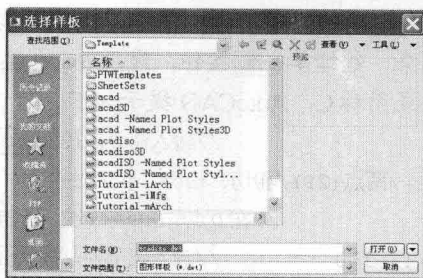

图1-2 【选择样板】对话框
2. 单击【菜单浏览器】图标，选取菜单命令【文件】/【新建】（或单击【快速访问】工具栏上的按钮），打开【选择样板】对话框，如图 1-2 所示。该对话框中列出了用于创建新图形的样板文件，默认的样板文件是“acadiso.dwt”。单击按钮开始绘制新图形。